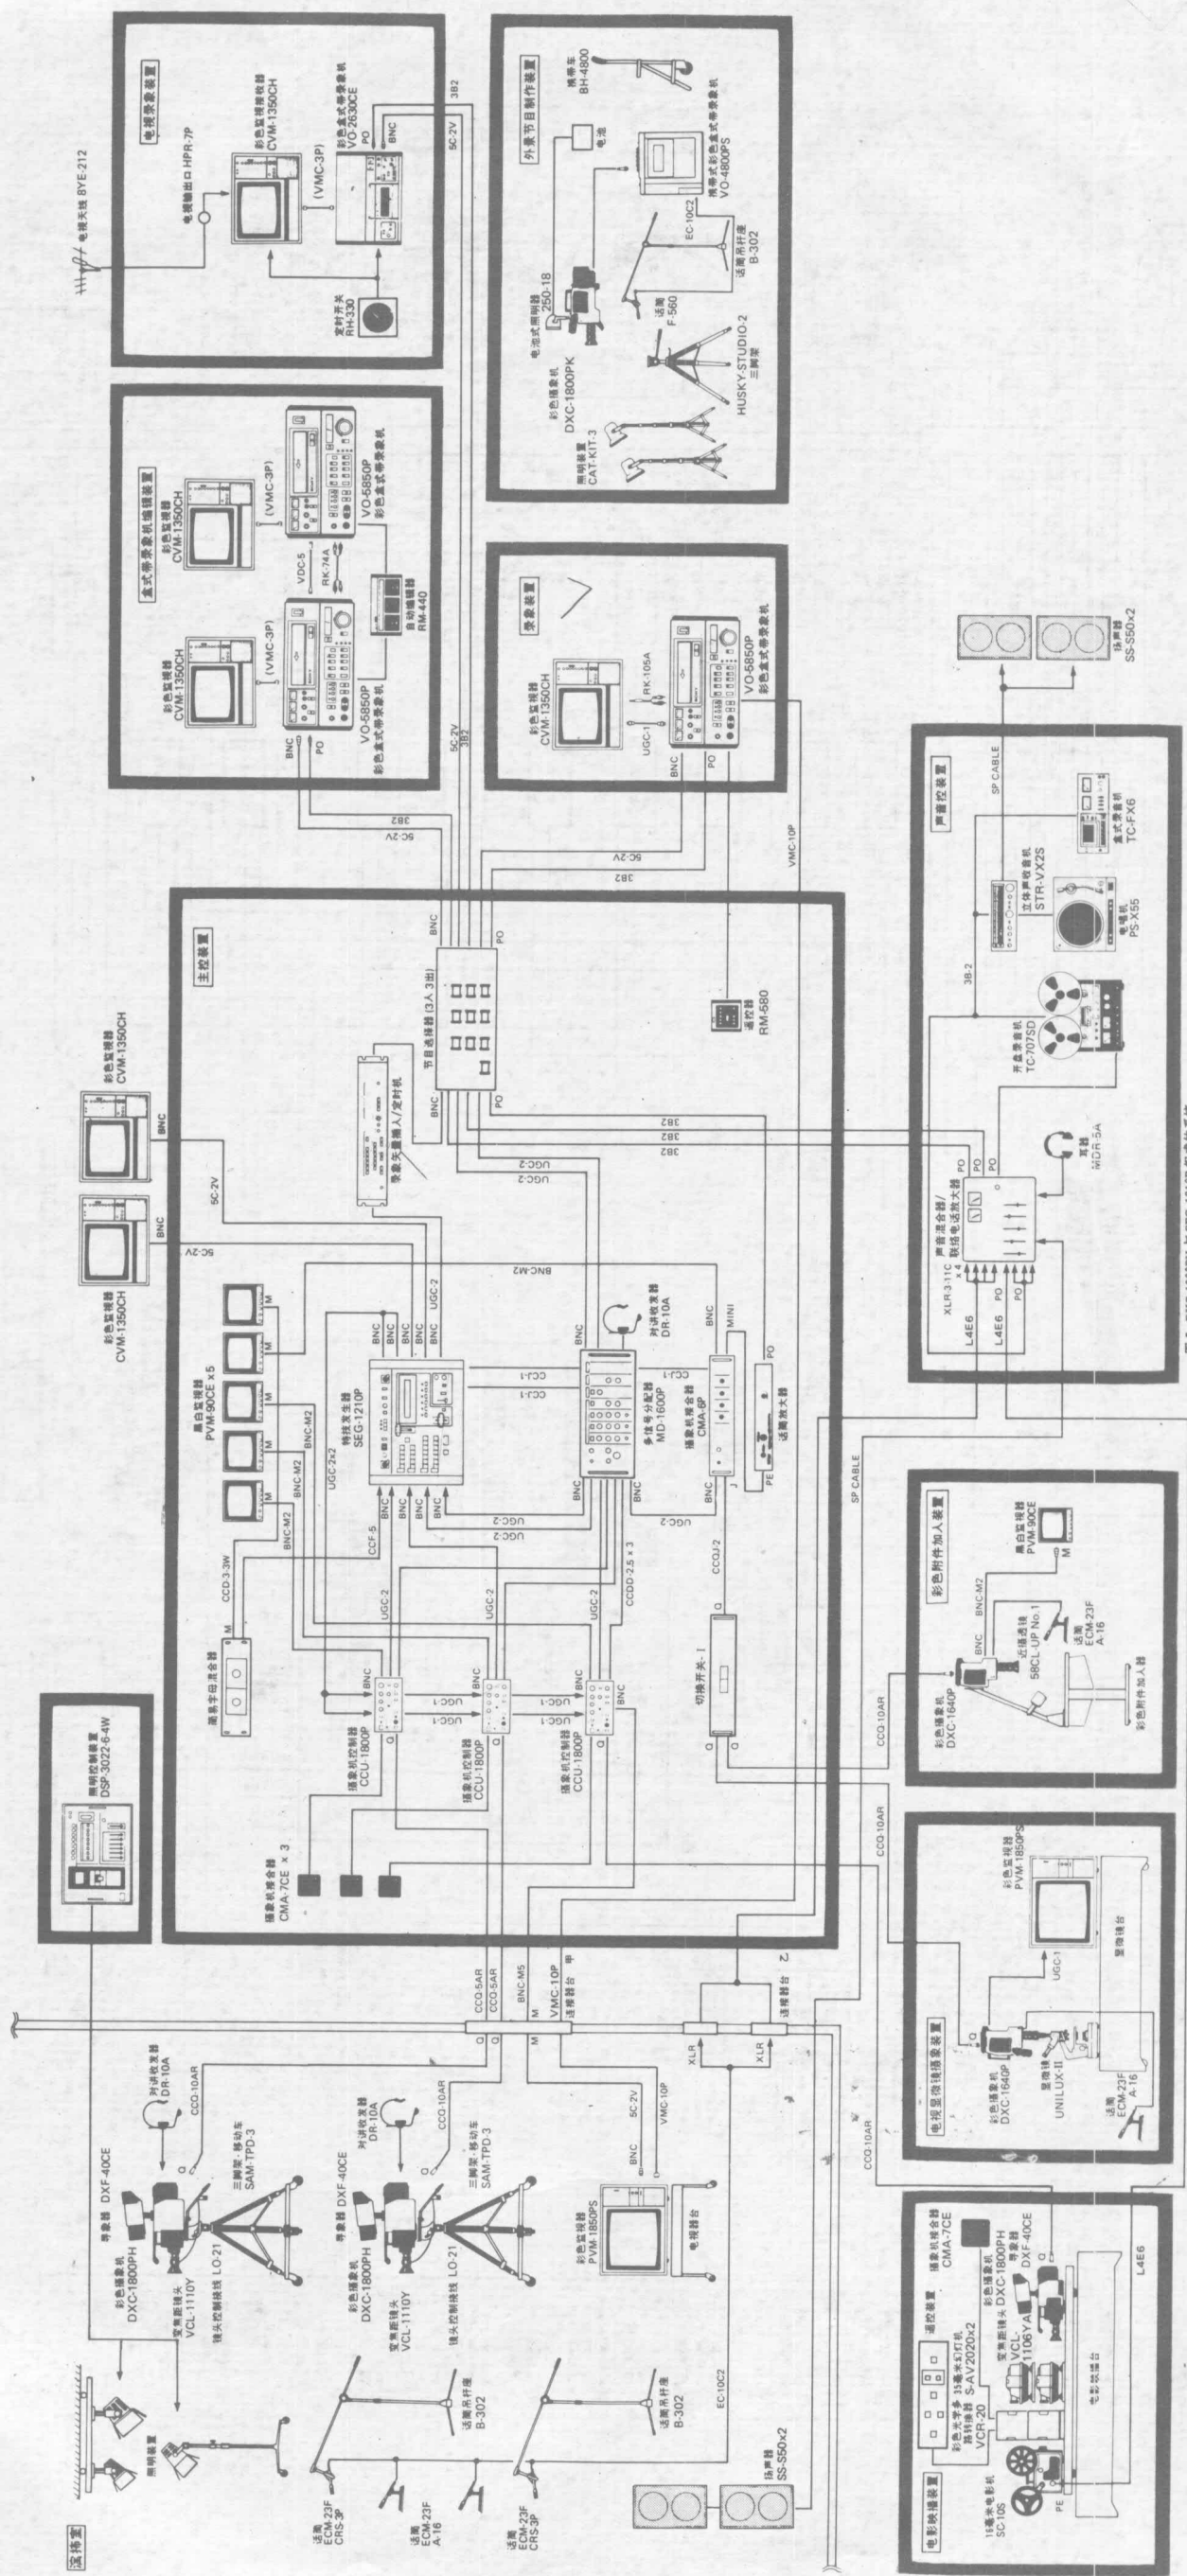

图 5. DXC-1800PH 与 SSG-1210P 组成的系统
2. 由 DXC-1800PH 型彩色单管摄像机、SEG-1210P 型特技发生器、MD-1600P 型多信号分配器及 VO-5850P 型录像机等设备组成的演播室系统如 12 页图 5 所示。